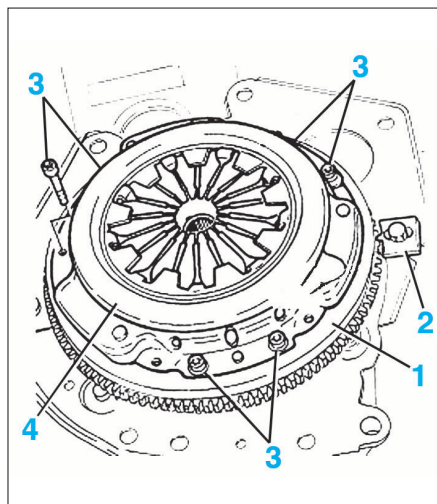

FIG. 1
- 2. Outillage de blocage du volant moteur ou outil Fiat (ref : 1860846000) (Fig.1).
- Bloquer le volant moteur (1) à l'aide de l'outil (2) (Fig.1).
- Déposer les vis de fixation (3) du mécanisme d'embrayage (4).